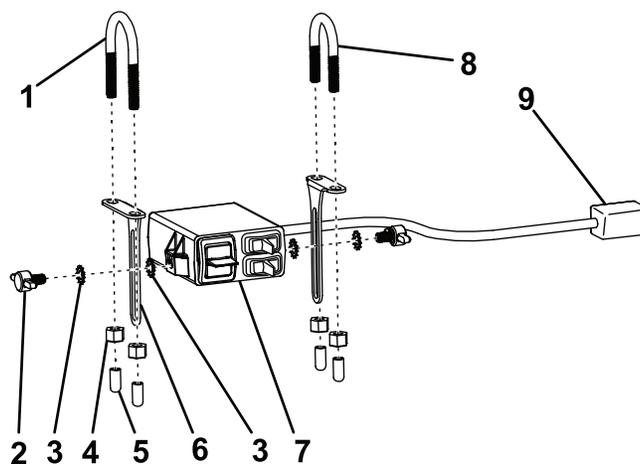

Figure 4
2. Fixez l'un des supports de montage le long du côté gauche du module de commande du véhicule à l'aide du long étrier fileté et de 2 écrous autofreinés (1/4 po), comme montré à la Figure 4.
3. Fixez l'autre support de montage le long du côté droit du module de commande du véhicule à l'aide de l'étrier fileté court et de 2 écrous autofreinés (1/4 po), comme montré à la Figure 4.
4. Fixez le boîtier de commutateurs aux supports de montage à l'aide de 4 rondelles en étoile et 2 vis à oreilles, puis ajustez-le à la position souhaitée (Figure 4).
5. Enfilez les 4 capuchons en caoutchouc sur les extrémités des étriers filetés (Figure 4).